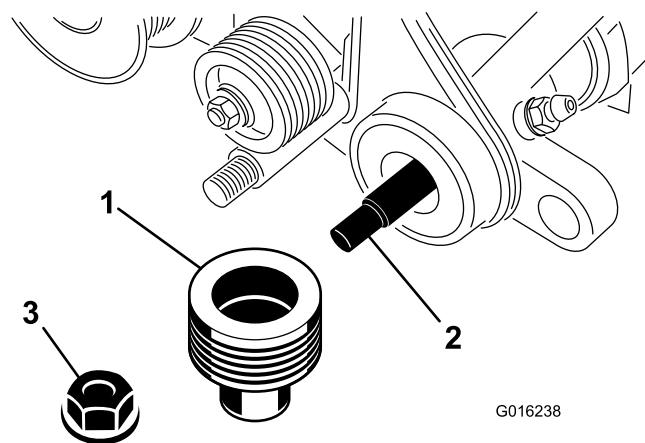

Figura 31
6. Retire a porca de bloqueio flangeada que fixa a polia acionada à extremidade do eixo do rastelo (Figura 31). Retire a polia.